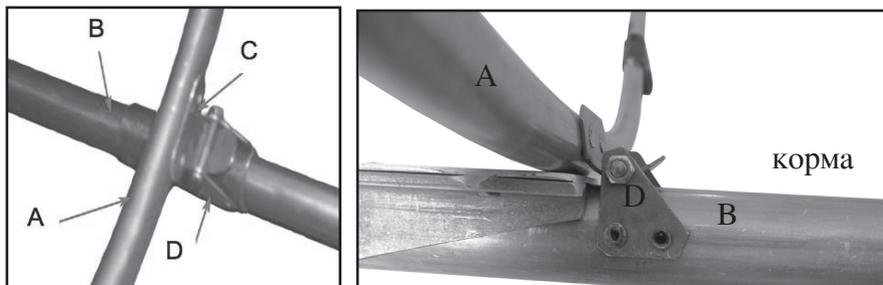

Рис. 7 Установка шпангоута №2.
**Внимание!** Шпангоут крепится к кильсону посредством крючка, зацепляющегося за серьгу обязательно со стороны катета (см. рис. 7). Для этого крючок шпангоута (С) цепляется за серьгу кильсона (D).
13. Закрепите на кильсоне шпангоут № 1 (7) – см п.10 и 11. Состыкуйте привальники с кницами на шпангоуте № 1. Проверить, чтобы штыри книц попадали в отверстия привальников (рис.7). Закрепите носовой мидельвейс на скобу крепления шпангоута №1.